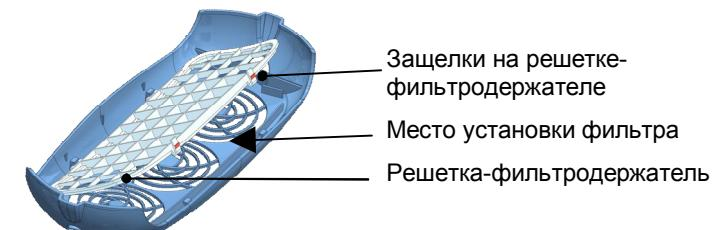

Рис.11
- Снять решетку – фильтродержатель, одновременно нажав на защелки (рис.11), и извлечь использованный фильтр, соблюдая правила обращения с инфицированными материалами.
- Установить новый фильтр, закрепив его решеткой-фильтродержателем на защитной решетке рециркулятора (рис.11).